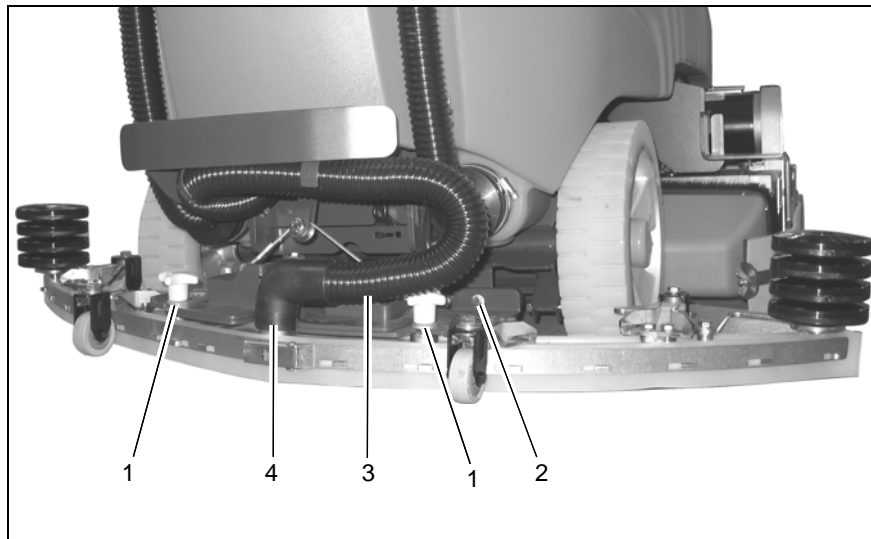

fig. 4
1. Fixer le suceur à l'aide des poignées-étoile (fig. 4/1) sur son dispositif de soulèvement (fig. 4/2).
2. Placer le flexible d'aspiration (fig. 4/3) sur la tubulure (fig. 4/4).